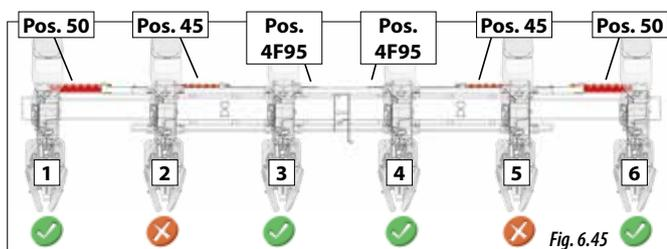

Fig. 6.45
- 1- Débrayez les éléments 2 et 5 (Fig. 6.45), voir section 6.7 DÉBRAYAGE D'UN ÉLÉMENT SEMEUR.